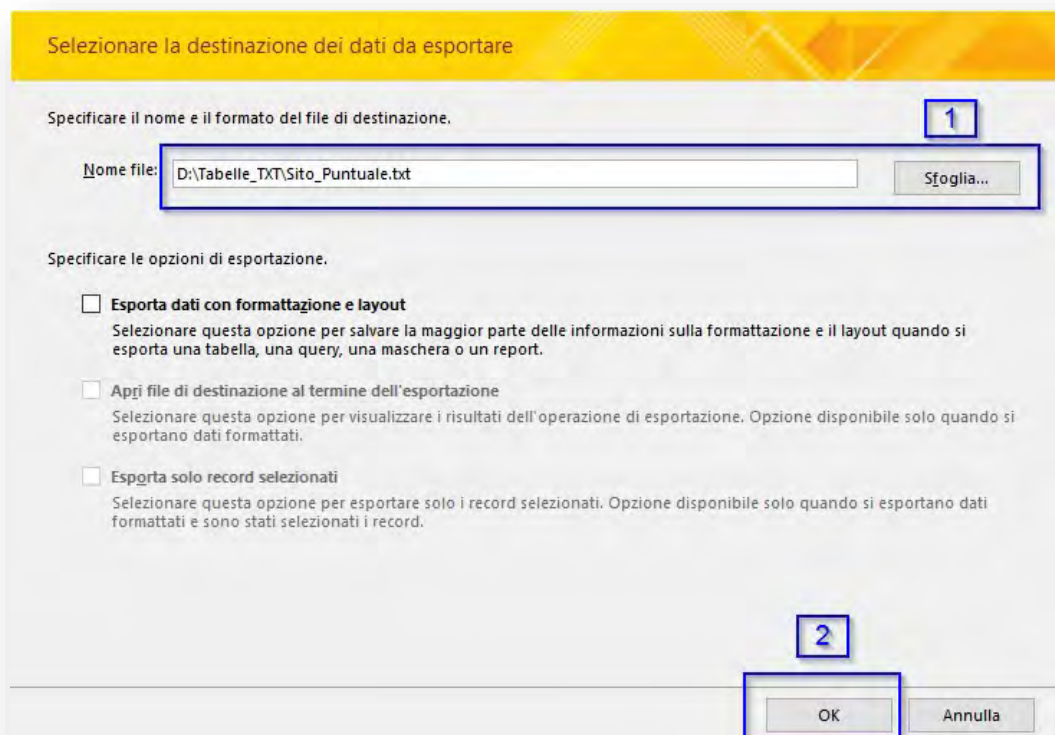

Figura 9 – Selezione della cartella di salvataggio dei file .txt
4. si aprirà la finestra “**Esporta – File di testo**” (Figura 9) dove verrà richiesto di selezionare la directory di salvataggio e il nome del file TXT di output. Lasciare invariato il nome di default del file (nell’esempio “Sito_Puntuale.txt”) e selezionare la cartella di destinazione. Lasciare inalterate le altre opzioni e premere il pulsante “OK”;